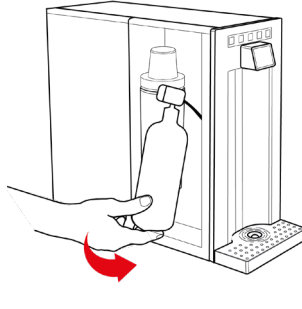

Fig. 7-14
26.22 – Inserire la bombola del gas CO₂ con il riduttore montato e regolato come descritto al punto precedente nel vano interno dell'apparecchio, vedi Fig. 7-14.